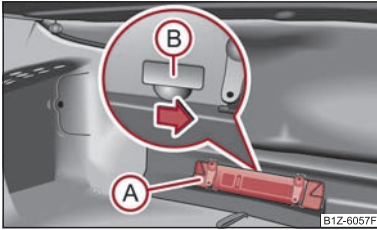

Fig. 28 Descurierea de urgență a capacului portbagajului
- Scoateți triunghiul reflectorizant* (A) ⇒ fig. 28.
- Apăsați maneta de deblocare în sensul indicat de săgeată, pentru a descuria capatul portbagajului. Maneta se găsește sub capatul (B).